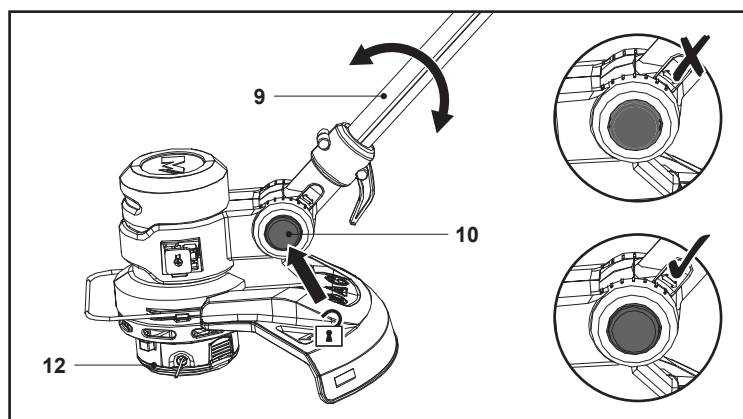

Fig. 11
1. Appuyer sur le bouton de déverrouillage (10) et le maintenir dans cette position.
2. Déplacer légèrement la perche inférieure (9) vers le haut ou vers le bas (Fig. 11).
3. Relâcher le bouton de déverrouillage (10) et continuer à déplacer la perche inférieure (9) jusqu'à ce qu'elle s'enclenche.